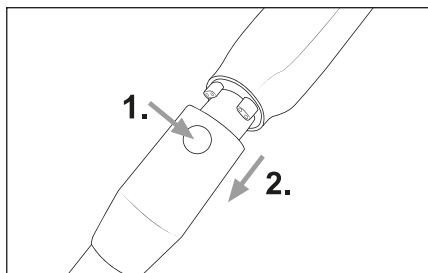

Fig. 8
- ◆ Per rimuovere il tubo di aspirazione 23 dall'apparecchio, tenere premuto il tasto di sblocco del tubo di aspirazione 24 e sfilare il tubo di aspirazione 23 dall'apertura di aspirazione dell'apparecchio (vedere fig. 8).